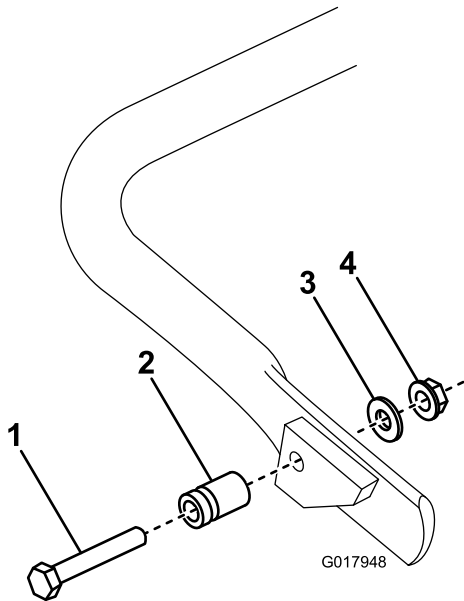

Figura 5
1. **Apenas no modelo 04056**, ligue a cavilha de mola ao lado direito do apoio (Figura 5) utilizando o parafuso, anilha e porca flangeada fornecidos.